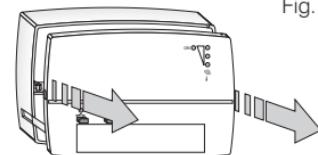

Fig. 4.i
- Estrarre il frontale dalla base (la resistenza all'estrazione è dovuta ai PIN di accoppiamento ai morsetti) fig.4.i.